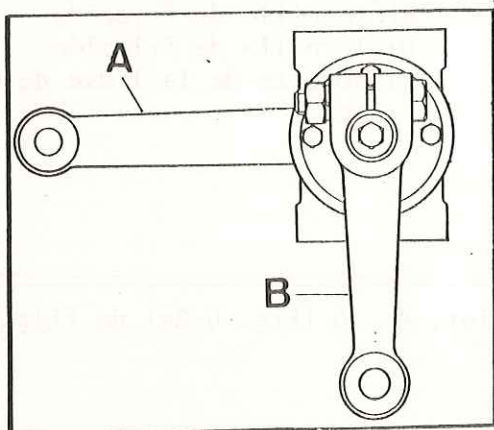

Fig. G-21 Posición de las bieletas de la caja compensadora
- 2.4. Situar las ruedas delanteras en posición enderezada y el volante en posición intermedia, empalmando seguidamente la bieleta superior al eje de la caja compensadora, pudiendo ser necesario un ligero ajuste de la barra para alinear las estrías de la bieleta superior y el eje de la caja compensadora. -- Apretar el perno pasante con una tensión de 7,6 mkg (Fig. G-21).